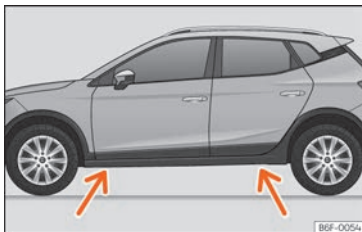

Fig. 39 Puntos de apoyo del gato.
- Busque en el larguero la marca del punto de apoyo del gato (zona hundida) más cercano a la rueda a cambiar » » » **fig. 39**.